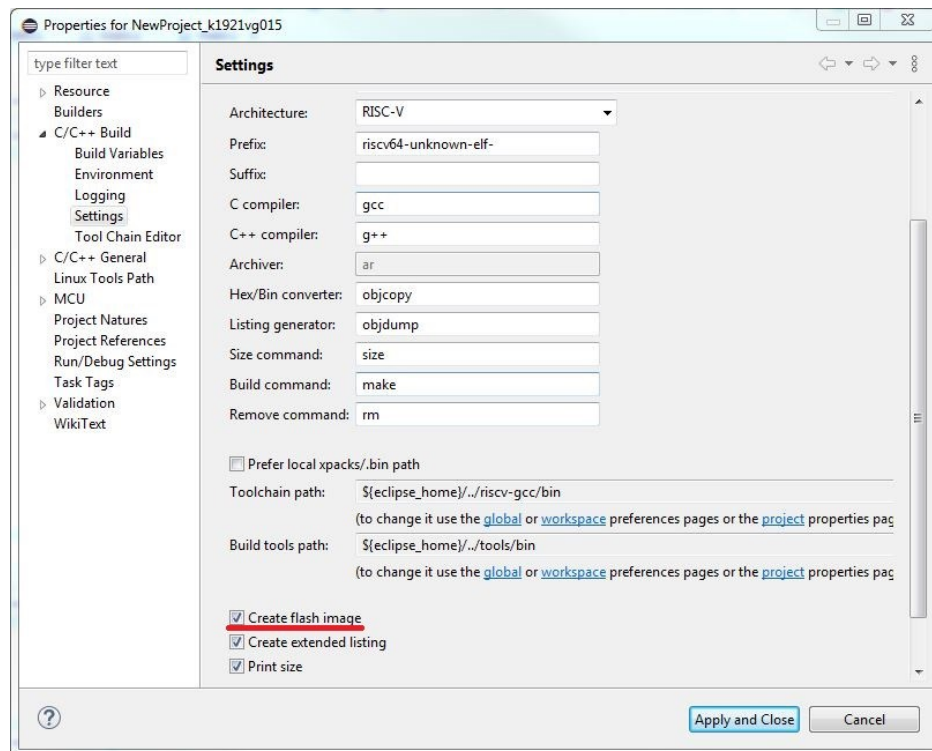
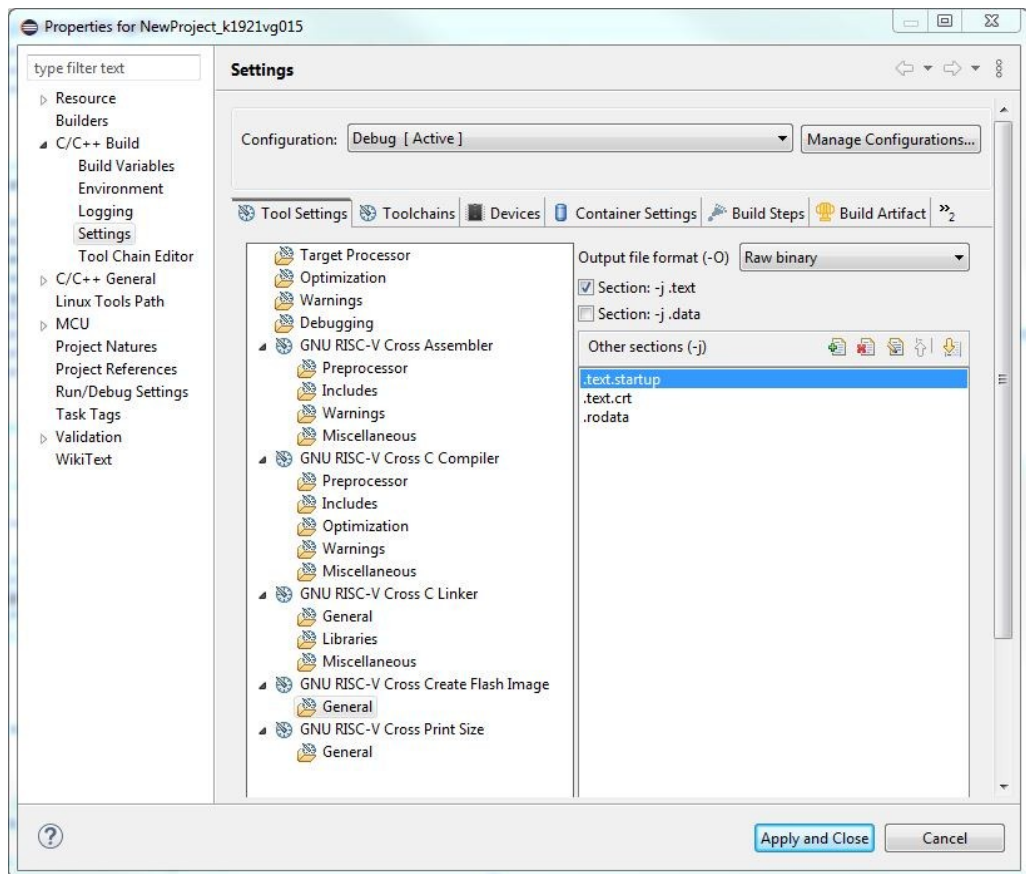

Рисунок 3.24 – Разрешение формирования выходного файла прошивки
Рисунок 3.25 – Настройки формирования выходного файла прошивки
8. При необходимости формирования файла прошивки нужно разрешить его формирование в подразделе Toolchains (см. рисунок 3.24), а затем сконфигурировать настройки выходного файла прошивки (см. рисунок 3.25).